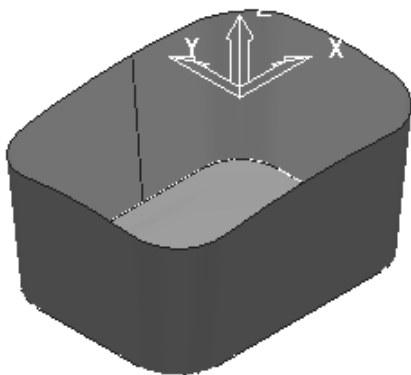

图 2-174 打开范例文件
2) 选择下拉菜单中的“文件”→“打开项目”命令，弹出“打开项目”对话框，选择“exercise25”（“随书光盘：\第2章\exercise25\uncompleted\exercise25”）目录，如图 2-174 所示。